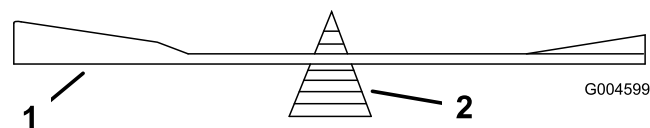

Figura 38
2. Controllate l'equilibrio della lama posizionandola su un bilanciatore (Figura 38). Se la lama rimane in posizione orizzontale, è bilanciata e può essere utilizzata. Se non è bilanciata, limate un po' di metallo sul retro della stessa. Ripetete l'operazione finché la lama non è perfettamente bilanciata.